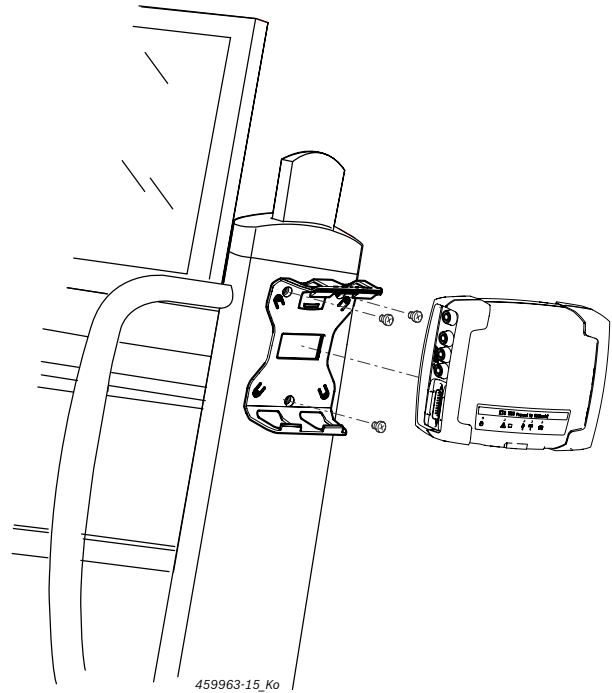

Abb. 7: Montering af fastgørelsesholder
1. Skru fastgørelsesholderen på apparatvognen med linseskruerne, der medfølger (fig. 7).